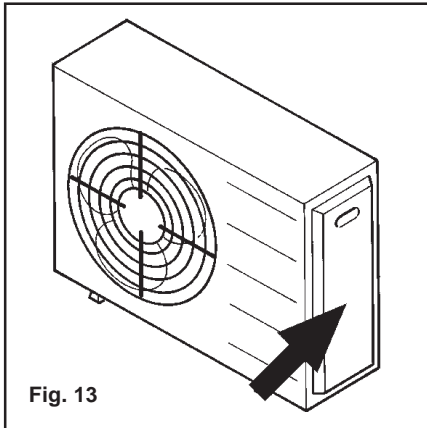

Fig. 13
- e) Open the attachment access door (fig. 13).